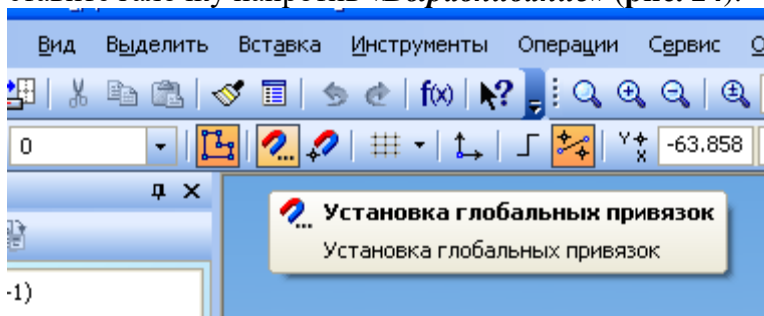
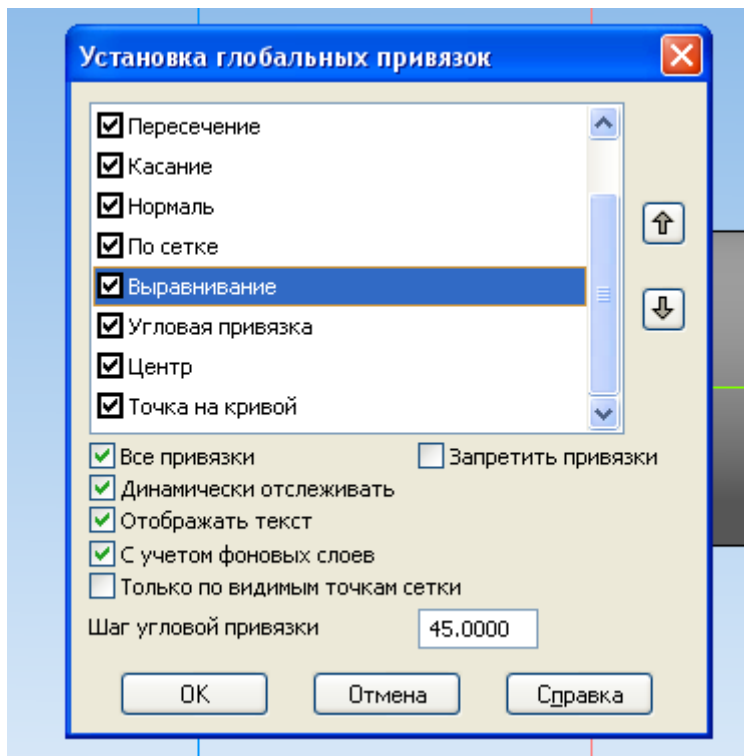

Рис. 23
Рис. 24
20. Следующий этап – построение сечения. Для этого укажите в дереве модели «плоскость XY», выберите ориентацию «**Нормально к...**». Далее переходите в режим редактирования эскиза. Теперь потребуется включить глобальную привязку «**Выравнивание**» - нажимаете кнопку «**Установка глобальных привязок**» (Рис. 23) и ставите галочку напротив «**Выравнивание**» (рис. 24).